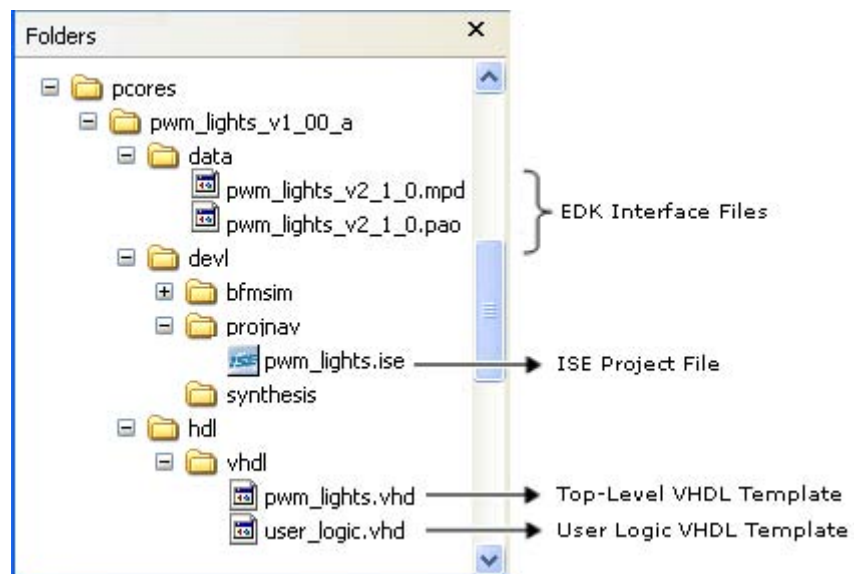

図 7-6：CIP ウィザードで生成されるディレクトリ構造
次の図に、図 7-5 で示されるブロック図と図 7-6 に示されるファイルの関係を示します。
1. XPS で [File] → [Open] をクリックし、pcores\pwm_lights_v1_00_a\hdl\vhdl ディレクトリに移動します。このディレクトリに pwm_lights.vhd ファイルと user_logic.vhd ファイルがあります (62 ページの図 7-6 を参照)。